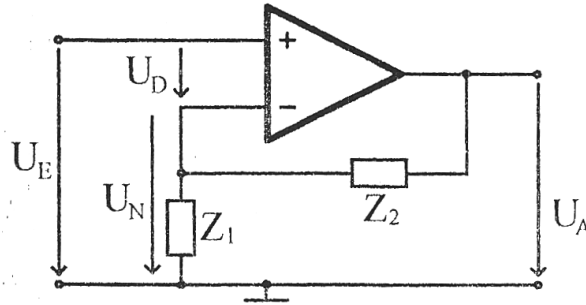

Abbildung 9: Der Elektrometerverstärker
Diese Schaltung wird häufig auch als Elektrometerverstärker bezeichnet. Sie besitzt gegenüber dem invertierenden Verstärker einen sehr viel höheren Eingangswiderstand und niederohmigeren Ausgang. Die Einstellung der Schleifenverstärkung erfolgt hier ebenfalls im invertierenden Ast der Schaltung (siehe Abb. 9). Der Vergleich der beiden Verstärkerversionen zeigt, dass auf der
- **Nichtinvertierender Verstärker** (Abb. 9)